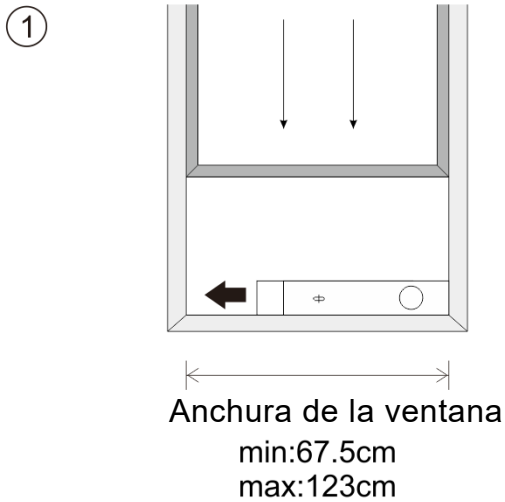

Fig.5
La forma de instalación del kit de control deslizante de ventana es principalmente en "horizontal" o "vertical". Como se muestra en la Fig. 5 y la Fig. 5a, verifique el min. y máx. tamaño de la ventana antes de la instalación.
1. Instale el kit de ventana en la ventana (**Fig.5, Fig.5a**);